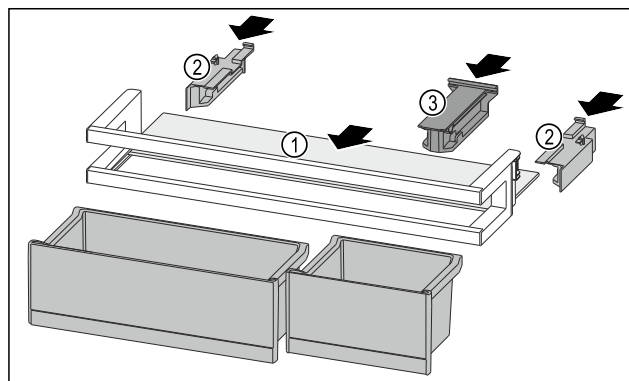

Fig. 113
- Abstellfläche Fig. 113 (1) in die seitlichen Einsparungen einschieben.
- Seitenteile Fig. 113 (2) einsetzen.
- Halteteil Fig. 113 (3) einsetzen.